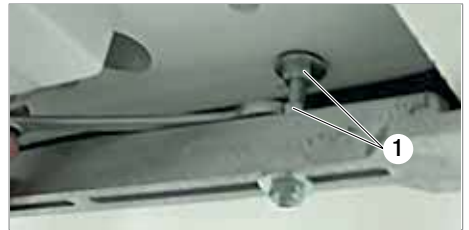

Bild 24
- Kontermuttern M8 (1) anziehen, um Stehbolzen M8 und Halterungen der Klimaanlage zu sichern (Bild 24).